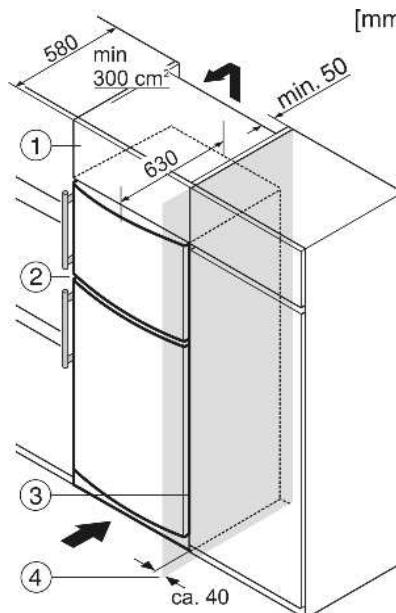

Fig. 9
- (1) Дополнительный шкафчик
(2) Устройство
- (3) Кухонный шкаф
(4) Стенка
Устройство может быть окружено предметами кухонной обстановки. Чтобы уравнять устройство Fig. 9 (2) по высоте с кухонной стенкой, можно установить над устройством соответствующий дополнительный шкафчик Fig. 9 (1).
При комбинировании с обычными кухонными шкафами (глубина макс. 580 мм) устройство можно установить непосредственно рядом с кухонным шкафом Fig. 9 (3). Дверь устройства выступает по сторонам на 34 мм и по центру устройства на 50 мм относительно передней стенки кухонного шкафа. Поэтому ее можно свободно открывать и закрывать.
Если устройство установлено на шарницах у стены Fig. 9 (4), то расстояние между устройством и стеной должно быть не менее 40 мм. Настолько выступает ручка при открытой дверце.